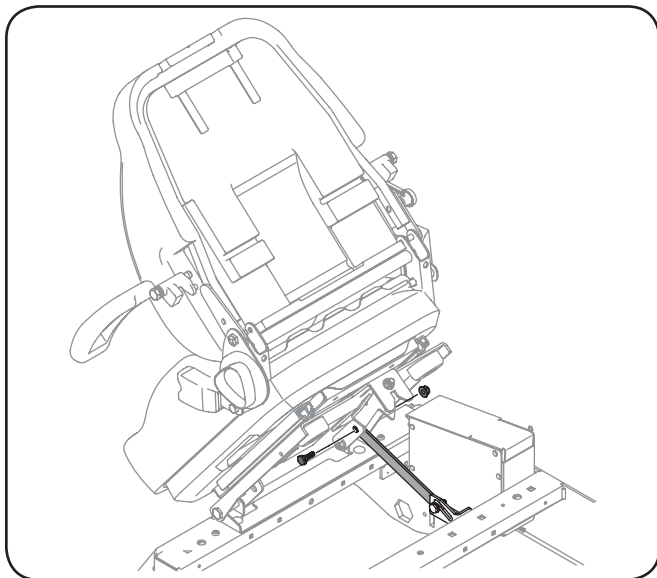

Figure 3-10
3. Retirez le boulon à épaulement et l'écrou autobloquant à bride du sac contenant le manuel, puis installez le support de verrouillage du siège. Voir Figure 3-10.